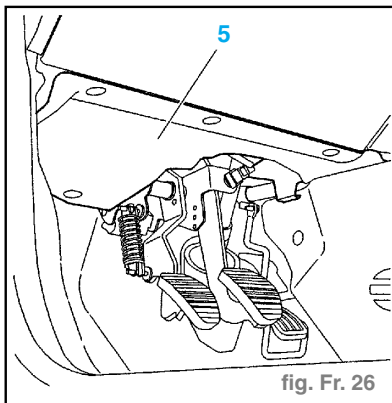

fig. Fr. 26
- Vidanger le réservoir de liquide de frein (1).
- le tube de dépression (2) de l'amplificateur de freinage,
- les canalisations de freins (3).
- Déposer le maître cylindre (4).
- Déposer la garniture intérieure (5). (fig. Fr. 26)